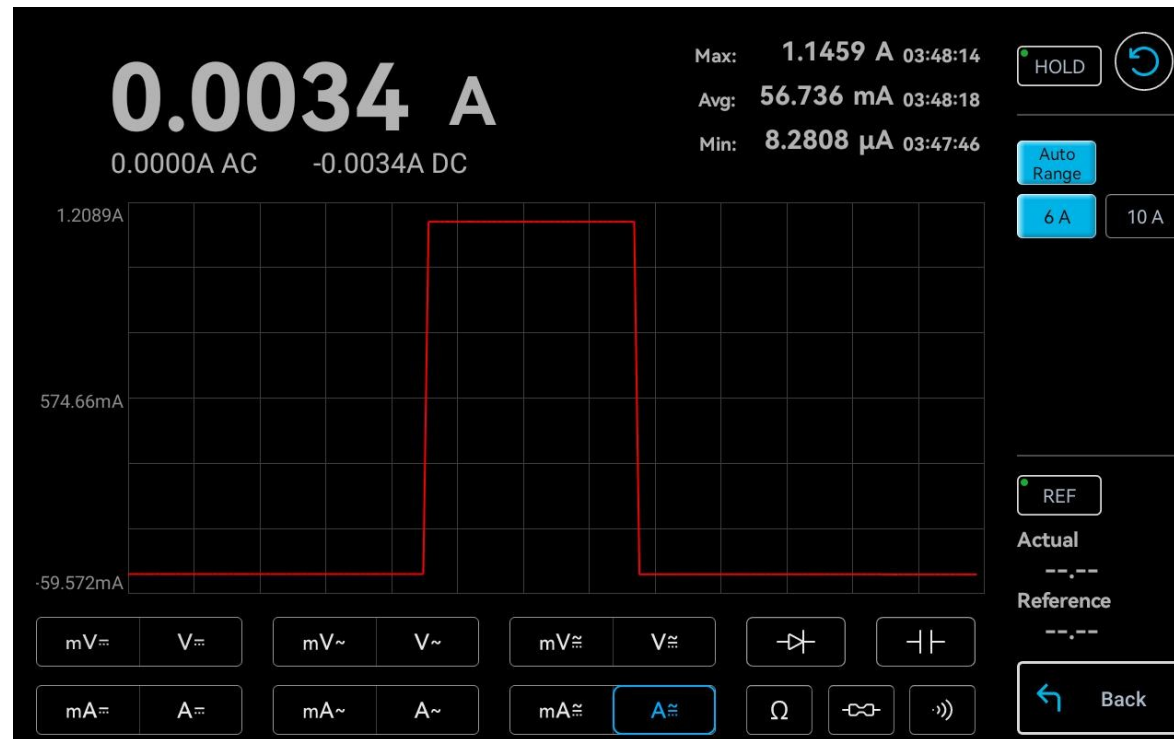

Abbildung 8-11 AC+DC-Strommessung (A)
Messschritte: Wählen Sie die AC+DC-Strommessung (A) im Auswahlbereich für Messgrößen „“ aus und aktivieren Sie sie, wie in Abbildung 8-11 dargestellt.